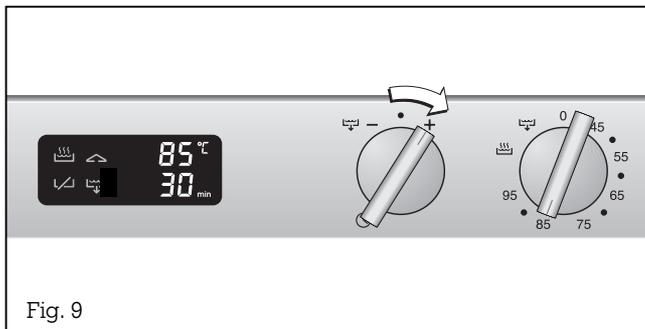

Fig. 9
- Portate la manopola “Contaminuti” sulla posizione **+** oppure **-** finché non appare sul display il tempo desiderato (Fig. 9). Il tempo comincia a decorrere non appena la manopola si trova di nuovo in pos. 0. Allo scadere del tempo regolato la vaporiera si spegne automaticamente ed emette un segnale acustico.